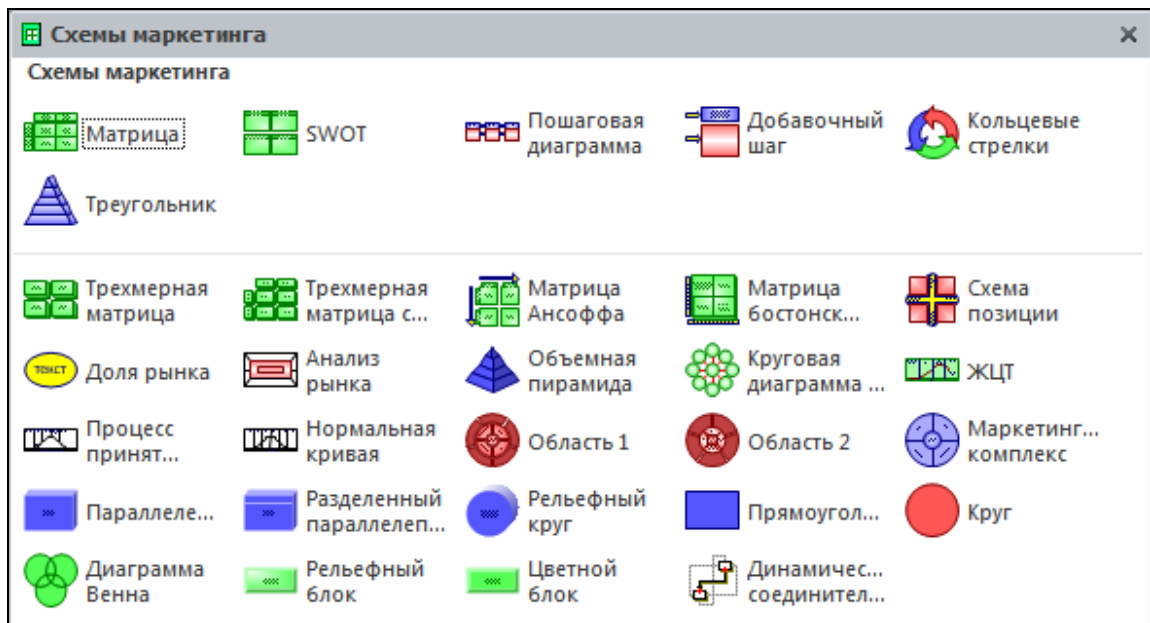

Рис. 1.29. Склад трафарету *Схемы маркетинга*
3. Досліджуємо трафарети, що відкрилися, в лівій панелі – почерговими клацаннями миші по їх заголовках. Щоб побачити усі майстер-шейпи трафарету водночас (рис. 1.29), можна перетягнути його на середину вікна (перемістивши мишею заголовок). Повернемо трафарет на ліву панель.